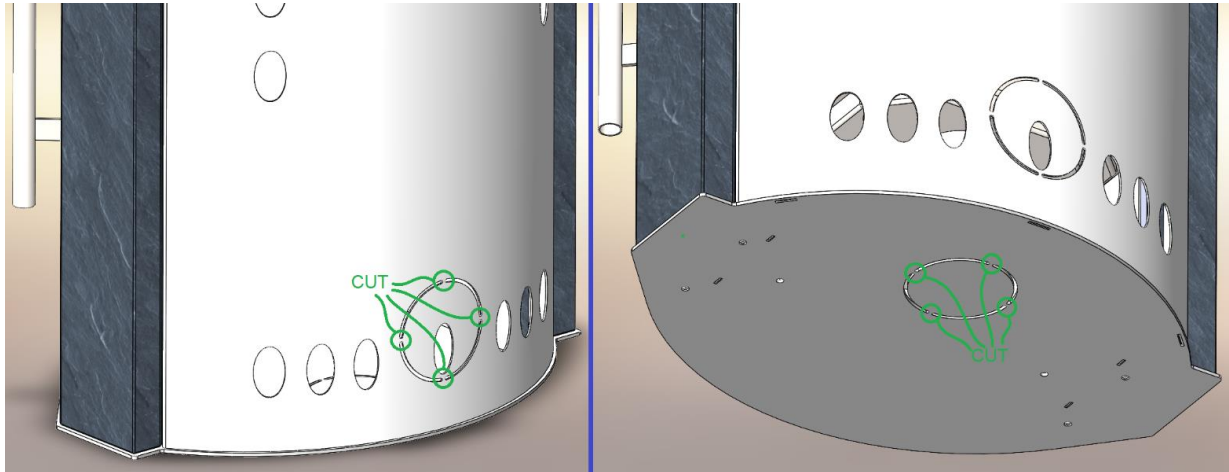

Abbildung 3 Schneiden von Mikrofugen für die Außenluftzufuhr an der Rückseite / am Boden
4. Abbildung 3 Schneiden der Mikrofugen für die Außenluftzufuhr an der Rückseite/am Boden	Seite 6
Der Kamin bietet die Möglichkeit, eine externe Luftzufuhr anzuschließen. Dafür wird ein flexibles Aluminiumrohr mit einem inneren Durchmesser von Ø150 und eine entsprechende Schelle benötigt. Die externe Luftzufuhr wird empfohlen, wenn sich der Kamin unter ungünstigen Betriebsbedingungen befindet (Tabelle 3), sowie zur Steigerung der Effizienz (Für einen ordnungsgemäßen Betrieb des Kamins ist eine Luftzufuhr erforderlich. Wenn Raumluft verwendet wird, muss das Fenster häufiger geöffnet werden). Die Anschlussdarstellung an die externe Luftzufuhr ist in Abbildung 3. und 4. zu sehen. Der Anschluss kann durch den Boden des Raumes oder durch die Wand erfolgen.